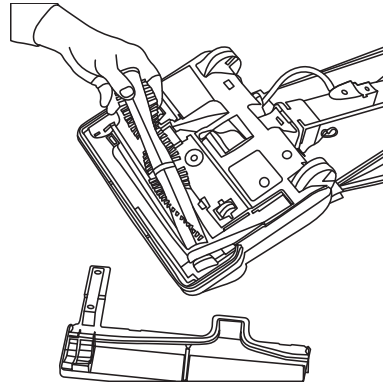

Fig. 13
2. Retire el cepillo y la correa gastada o rota de la polea del cepillo y del eje de transmisión del motor (Fig. 13).